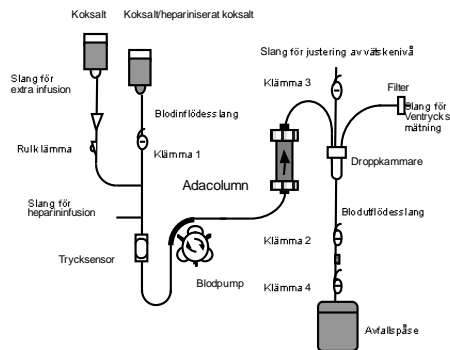

Fig. 2
- 2) Ta bort locket från den röda änden av Adacolumn och anslut blodinflodesslangen så att den sitter stadigt. Placera Adacolumn i hållaren så att den röda kopplingen pekar nedåt. Ta bort locket på Adacolumns blå utlopp och anslut blodutflodesslangen (Fig. 2)